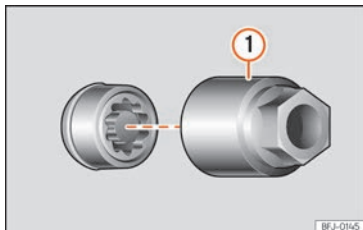

Abb. 35 Diebstahlhemmende Radschraube mit Abdeckkappe und Adapter
- »» **Abb. 35** ① (Bordwerkzeug) »» **Seite 43** bis zum Anschlag in die diebstahlhemmende Radschraube.